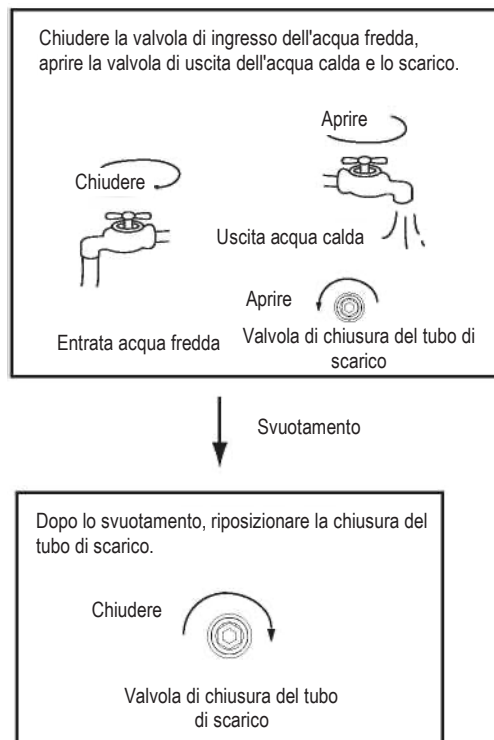

Fig. 4-2
- Svuotamento: se l'unità deve essere pulita, spostata, ecc. il serbatoio deve essere svuotato. Metodo: Vedi Fig. 4-2: